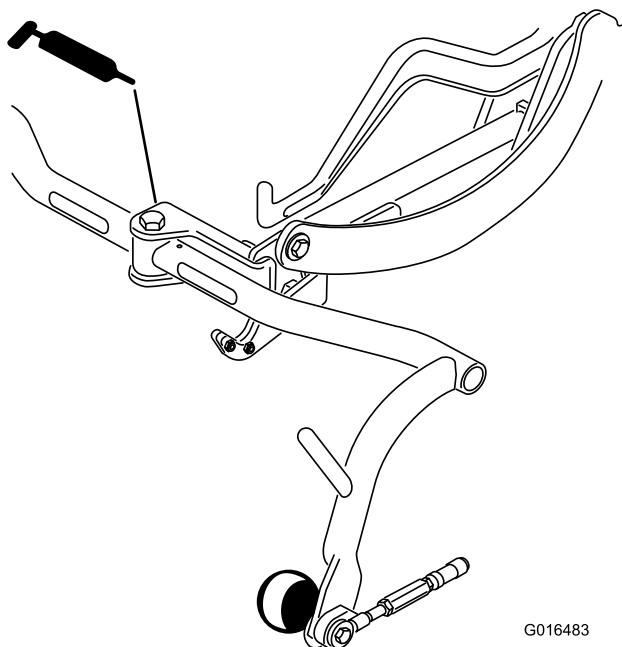

Figura 30
- Pivote del bastidor de tiro (3) (Figura 30)